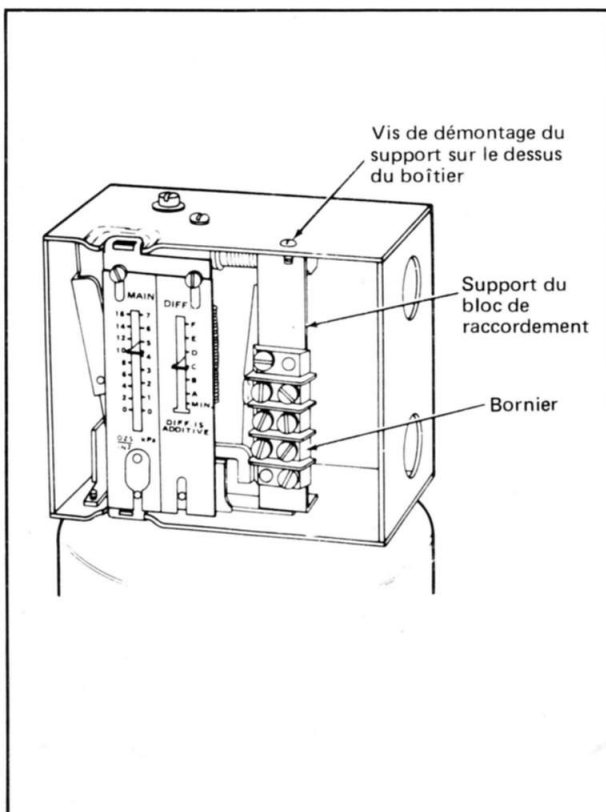
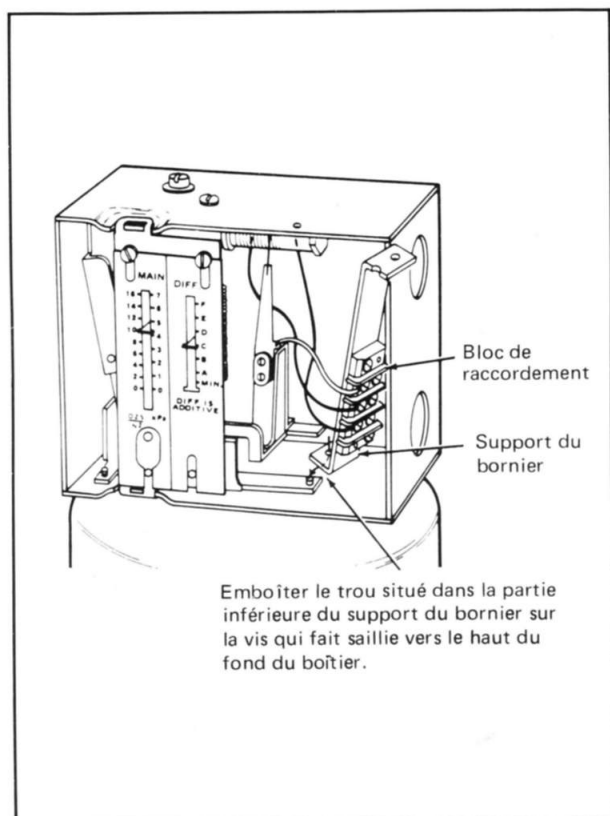

Fig. 9 — Démontage du support du bloc de raccordement.
Fig. 11 — Remise en place du support du bloc de raccordement
4. Défaire la vis maintenant le support du bloc de raccordement sur le haut du boîtier (Fig. 9). Mettre cette vis en un endroit sûr (elle ne doit pas être perdue, elle sera utile plus tard).
7. Desserrer les vis blanche (W) et bleue (B) du bloc de raccordement, et enlever les deux fils de l'enroulement actif du potentiomètre. Laisser le fil du bras du curseur en place.
12. Raccorder les deux fils du potentiomètre aux bornes blanche (W) et bleue (B) sur le bloc de raccordement, et serrer les vis. S'assurer que ces fils sont raccordés aux mêmes bornes que l'étaient ceux du vieux potentiomètre (Consulter votre croquis — paragraphe 6).
13. Adapter avec soin le trou situé dans la partie inférieure du support du bloc de raccordement sur la vis faisant saillie vers le haut et située sur le fond du boîtier (Fig. 11). Introduire la vis (démontée lors du paragraphe 4) dans le trou situé au sommet du boîtier (Fig. 9) et dans le haut du support, et la serrer.